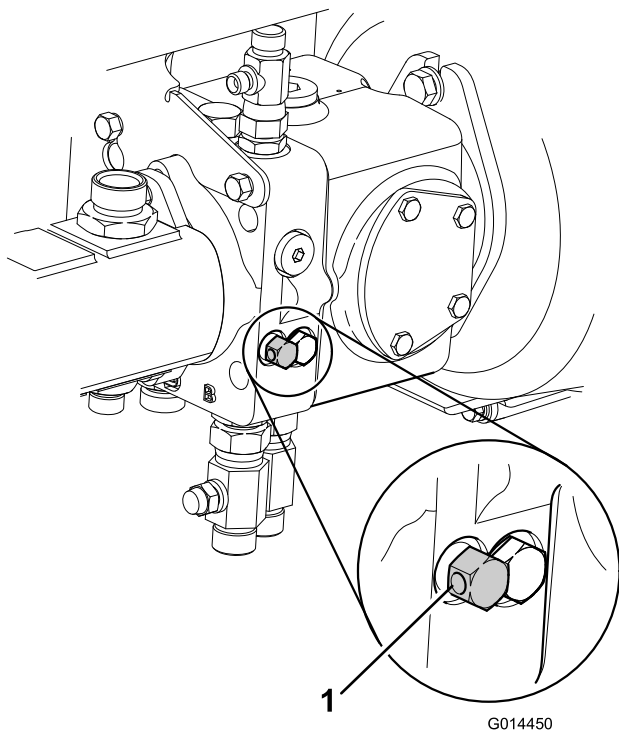

Figure 53
7. Mettez hors service le système de freinage de service hydraulique en tournant la vanne de dérivation située sous la pompe de transmission dans le sens antihoraire, de 3 tours au maximum (Figure 53).